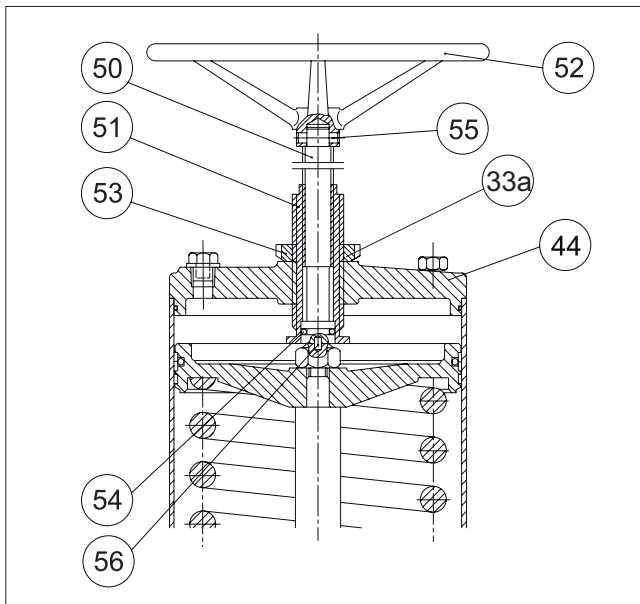

Abb. 22 B1JR Stellantrieb
Der B1JR Stellantrieb ist ansonsten wie der B1J aufgebaut, außer dass er manuell betätigt werden kann, um den Kolben gegen die Feder in die untere Position zu bringen, falls keine Luftzufuhr vorhanden ist. Der B1J Stellantrieb lässt sich durch Austausch des Zylinderendes (44) und Hinzufügen der Teile (50 bis 56) in einen B1JR Stellantrieb umwandeln, siehe Abb. 22
Wenn die Spindel (50) mit dem O-Ring (54) im Inneren des Zylinders positioniert ist, entweicht etwas Luft durch das Spindelgewinde. Das heißt: Wenn das Ventil bei Druckluftausfall von Hand in die geöffnete Stellung gebracht wurde und der Luftdruck wiederhergestellt ist. Um die Leckage zu stoppen, stellen Sie die Handübersteuerung in die geschlossene Stellung. Siehe Abb. 22.
Wenn Luft zwischen Spindel (50) und Spindelmutter (51) entweicht, prüfen Sie den O-Ring (54) und tauschen Sie ihn gegebenenfalls aus. Überprüfen Sie auch den Zustand der Zylinderrolle (56). Siehe Abb. 22. Andere Wartungsarbeiten, wie sie für den Stellantrieb B1J in Abschnitt 4.2 beschrieben sind.
Teilleiste für Abb. 22: